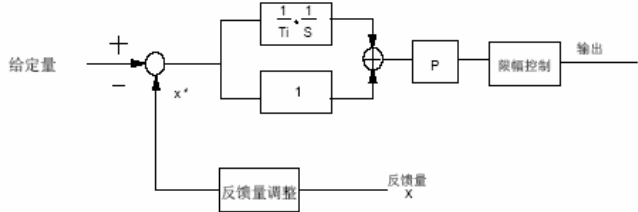

图 5-10 PI 调节原理框图
• 比例增益 (P) 和积分时间 (Ti) 如图 5-10 所示，采样周期是指对反馈量 x 的采样时间。图中的 Ti 为积分时间。Ti 越大，系统响应越慢；Ti 越小，系统响应越快，但易振荡。比例增益 P 反之。